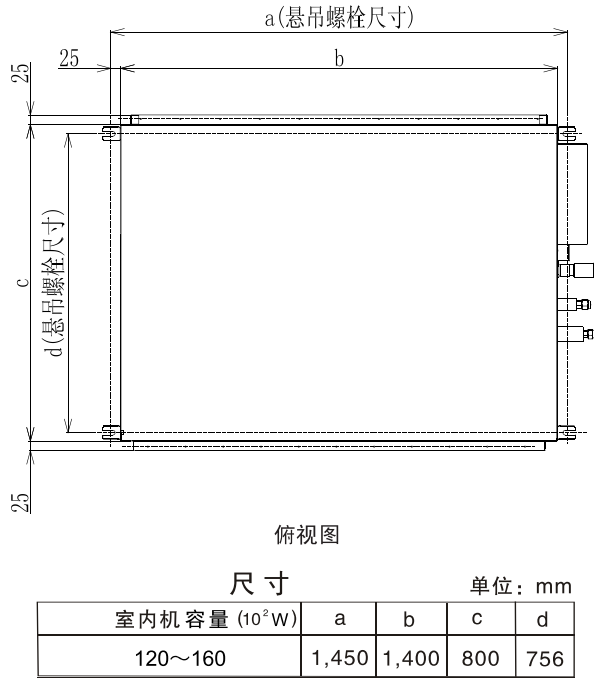

图4.3 悬吊螺栓
- (1) 标示悬吊螺栓位置、制冷剂管连接位置和排水管连接位置。
- (2) 安装尺寸如图4.3所示。